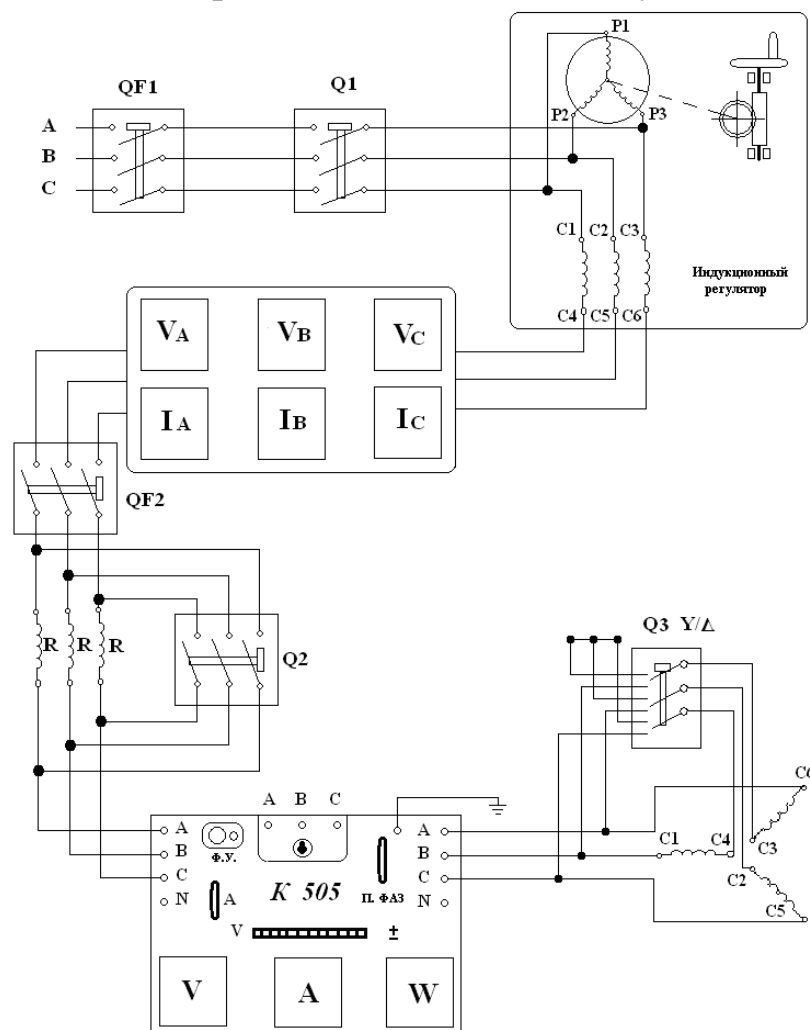

Рис.1. Электрическая схема установки для испытания пусковых режимов.
- 2) Собрать электрическую схему запуска однофазного электродвигателя рис. 1.